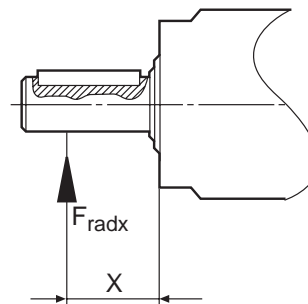

Bild 4: Kraftangriffspunkt im Abstand X.
- b. Die Kraft greift im Abstand X gemäß Bild 4 an. Der Betrag der Radialkraft wird dann wie folgt berechnet: